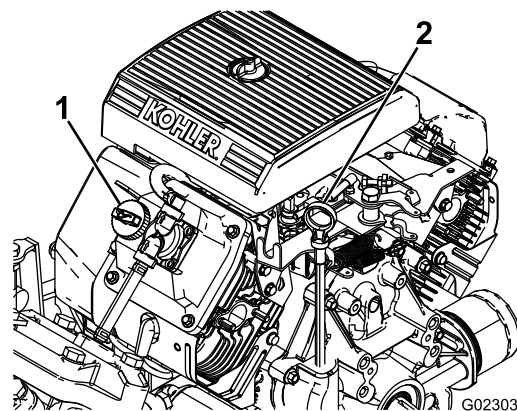

Figure 11
4. Si le niveau d'huile est trop bas, retirez le bouchon de remplissage du couvre-culasse (Figure 11) et versez la quantité d'huile nécessaire dans l'orifice pour amener le niveau au repère MAXIMUM sur la jauge ; voir Contrôle du niveau, vidange de l'huile moteur et remplacement du filtre à huile \(page 51\) pour connaître le type d'huile et la viscosité qui conviennent.
2. Retirez la jauge et essuyez-la sur un chiffon propre (Figure 11).